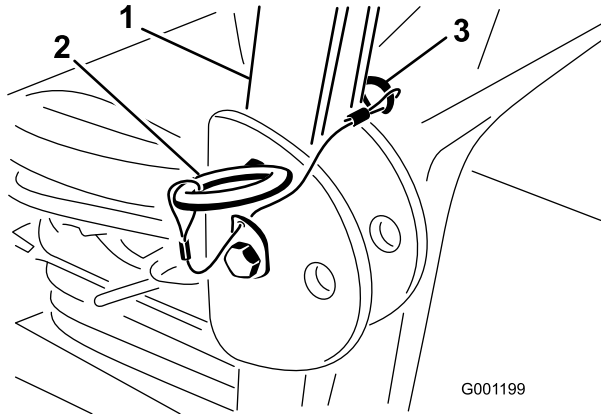

Figura 7
1. Com a barra de segurança na posição elevada, retire os pernos de gancho e os dois pinos (Figura 7).